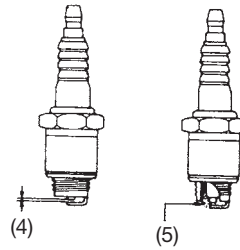

Fig. 10
- 2) Eliminar el carbón del electrodo de la bujía. (El juego normal es de 0,60 mm o 0,023") (Fig. 10)